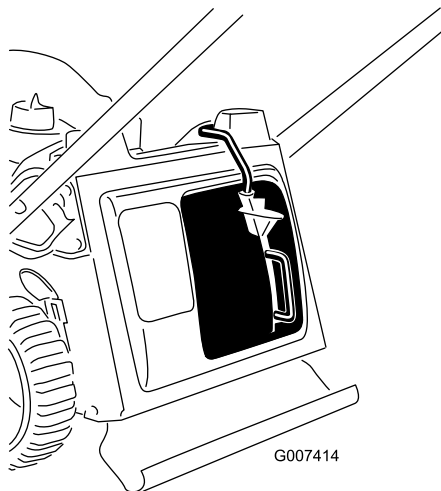

Figura 11
3. Suelte el botón de la palanca y asegúrese de que la parte superior de la palanca está introducido hasta el fondo de la ranura (Figura 11). Si la parte superior de la palanca no está introducido hasta el fondo de la ranura, ¡su máquina no arrancará.